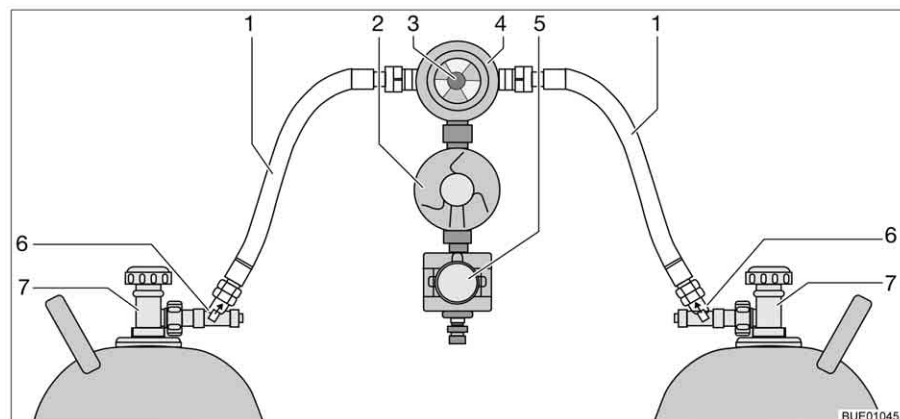

Fig. 117 Impianto di commutazione Crash Protection Unit
La Crash Protection Unit consiste di due limitatori di flusso con sblocco manuale (Fig. 117,6), di una valvola di commutazione (Fig. 117,4) con regolatore di pressione (Fig. 117,2), di una elettrovalvola (Fig. 117,5) e di una centralina di controllo con LED a tre colori. La valvola di commutazione viene montata tra i due tubi del gas (Fig. 117,1).
Con la manopola (Fig. 117,3) sulla valvola di commutazione è possibile stabilire, quale delle bombole del gas viene utilizzata come bombola in uso e quale bombola del gas viene utilizzata come bombola di riserva.
Sulla centralina di controllo (Fig. 118) possono venire azionate solo le funzioni elettriche. Le valvole principali di arresto delle bombole del gas (Fig. 117,7) e gli sblocchi (Fig. 117,6) devono essere aperti a mano.
- Aprire le valvole principali di arresto delle bombole del gas (Fig. 117,7).
- Premere gli sblocchi (Fig. 117,6) uno dopo l'altro per 10 secondi.
- Con la manopola (Fig. 117,3) sulla valvola di commutazione (Fig. 117,4) selezionare la bombola del gas, da cui proviene la principale alimentazione del gas (bombola in uso).
- Chiudere le valvole principali di arresto delle bombole del gas (Fig. 117,7).